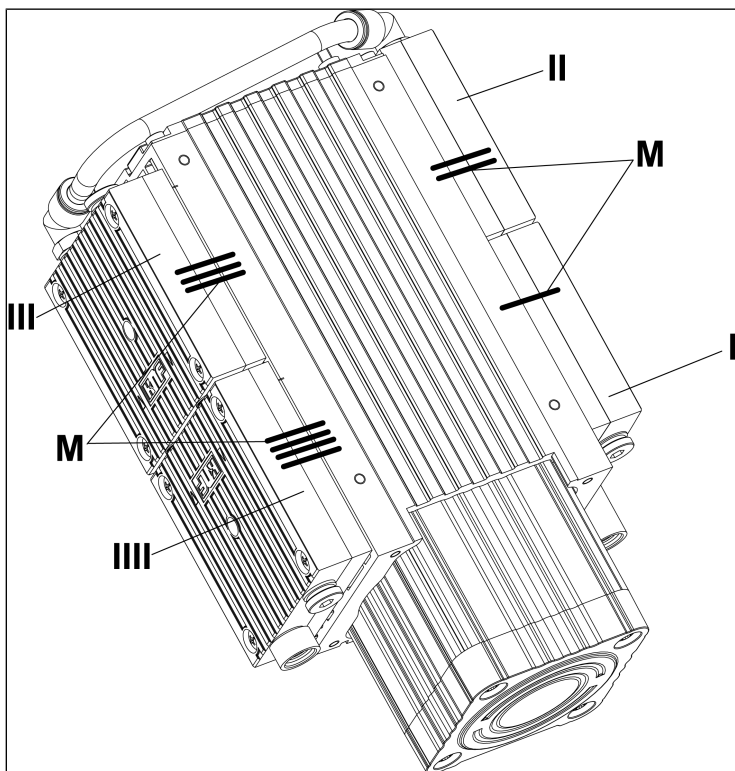

Fig.8: Marquage de la pompe
3. Tête 1 (I/Fig. 8):
4. Tête 2 (II/Fig. 8):
5. Tête 3 (III/Fig. 8):
6. Tête 4 (IIII/Fig. 8):
5. Posez les couvercles (**5**/Fig. 11) sur les culasses (**2**/Fig. 11) en suivant les marquages au feutre (**M**/Fig. 8).
5. Suivez les étapes 6 à 8 (Démontage de la tête de pompe), ainsi que les étapes 1 à 6 (Remplacement des plaques soupapes et montage des culasses) et 1 à 4 (Remplacement des membranes et montage de la tête de pompe) pour les têtes 3 et 4 (III et IIII/Fig. 8).